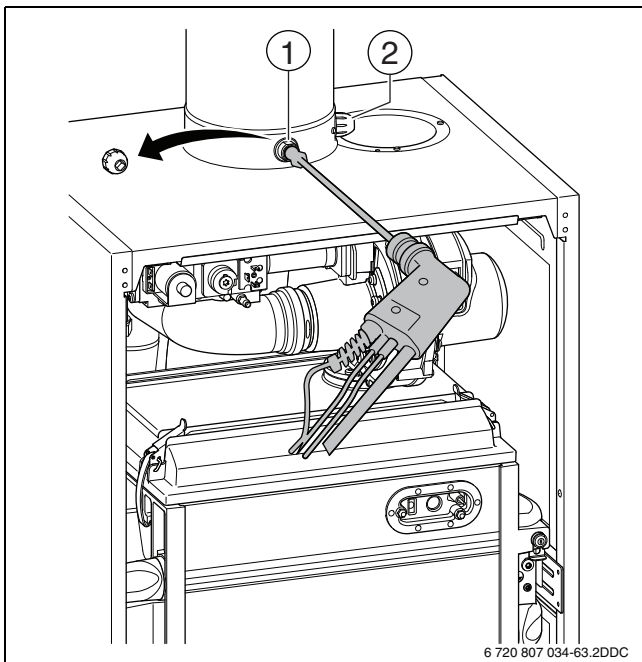

Bild 52 Entfernen der Kappe der Abgasmesssstelle
- ▶ Kappe von der Luftzufuhrmesssstelle entfernen (→ Bild 52, [2]).